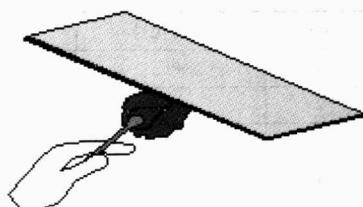

图 2-1 热固性塑料
(1) 热固性塑料 热固性塑料是链状结构有交叉的聚合物，其最终的分子结构是在热和压力的作用下通过化学反应形成的。一旦这种反应完成，热固性塑料就不能通过热和压力的进一步作用而改变，也就是说，这种塑料的使用都是一次性的。这种塑料在加热过程中呈现的形态如图 2-1 所示。